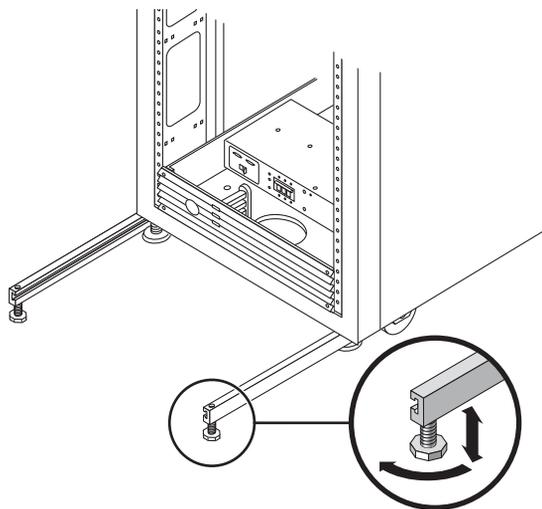

図 2-5 安定脚の高さ調整パッドの調節
- 高さ調整レンチを使って、安定脚が床面に接するように両方の安定脚の足を調節します (図 2-5)。